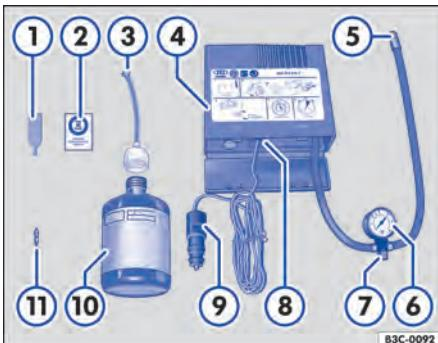

Fig. 170 Representação esquemática: componentes do kit de reparo dos pneus.
O kit de reparo dos pneus encontra-se no compartimento de bagagem sob o revestimento do assento. Ele é composto pelos seguintes componentes ⇒ Fig. 170:
11. Colar a etiqueta adesiva ⇒ Fig. 170 ② do kit de reparo dos pneus no campo visual do condutor no painel de instrumentos.
- Com a chave para remoção do elemento da válvula ⇒ Fig. 170 ①, desrosquear o elemento da válvula do pneu e colocá-lo sobre uma superfície limpa.
- Agitar a garrafa para enchimento dos pneus ⇒ Fig. 170 ⑩ algumas vezes com força.
- Rosquear a mangueira de enchimento ⇒ Fig. 170 ③ com firmeza no sentido horário sobre a garrafa para enchimento dos pneus. A película na tampa é perfurada automaticamente.
- Remover a vedação da tampa da mangueira de enchimento ⇒ Fig. 170 ③ e introduzir a extremidade aberta totalmente na válvula do pneu.
- Rosquear novamente o elemento da válvula com a chave para remoção do elemento da válvula ⇒ Fig. 170 ① na válvula do pneu.
- Rosquear a mangueira de enchimento dos pneus ⇒ Fig. 170 ⑤ do compressor de ar com firmeza na válvula do pneu.
- Verificar se o parafuso de sangria de ar ⇒ Fig. 170 ⑦ está fechado.
- Encaixar o conector do cabo ⇒ Fig. 170 ⑨ em uma tomada 12 V do veículo ⇒ Página 141.
- Ligar o compressor de ar com o interruptor LIGA-DESLIGA ⇒ Fig. 170 ⑧.
Reconectar a mangueira de enchimento dos pneus ⇒ Fig. 170 ⑤ e ler a pressão dos pneus no manômetro de pressão dos pneus ⑥.